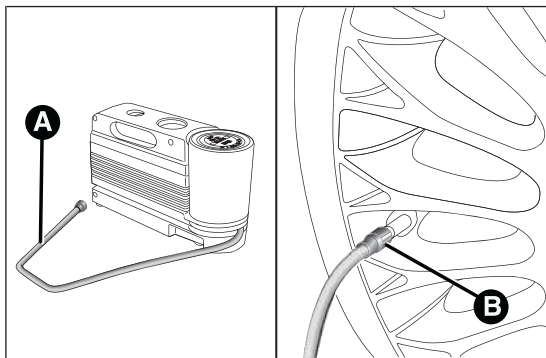

fig. 120
- Serrer le frein à main.** Dévisser le capuchon de la valve du pneu, enlever le tuyau flexible de remplissage A fig. 120 et visser la bague B sur la valve du pneu ;